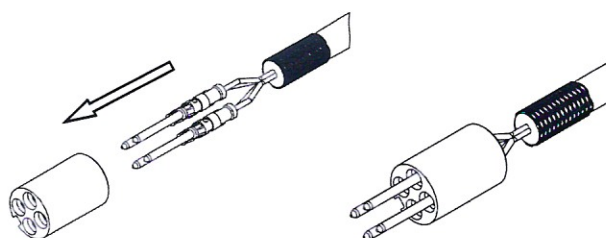

Рисунок 26 – Установка контактной вставки
9.5 Вставить контакты в контактную вставку до щелчка (рис. 26).